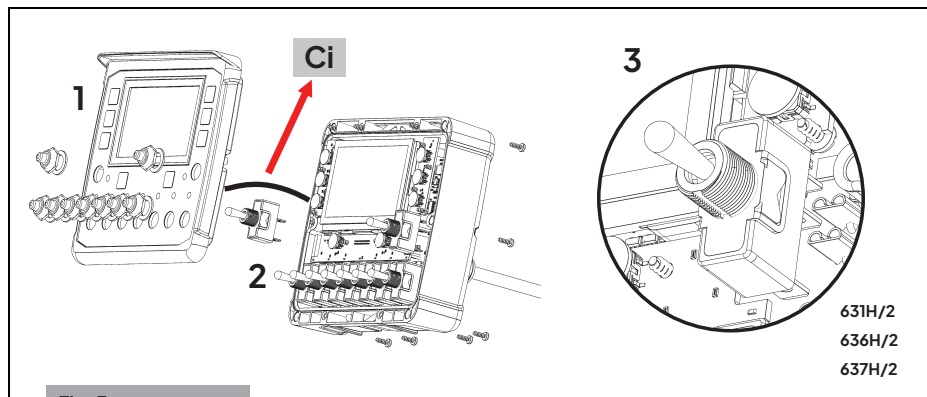

Fig. 3
► Substituição de chave danificada (Fig. 3)